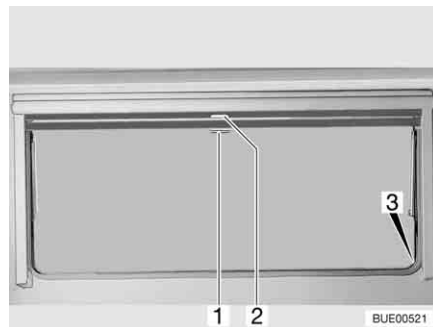

Fig. 71 Ventana abatible
- Tirar del tirador (Fig. 71,2) de la persiana oscurecedora enrollable hacia abajo. Cuando la persiana oscurecedora enrollable se cierre por completo, encajarla en el bloqueo (Fig. 71,3) a ambos lados del marco de la ventana.
- Cuando la persiana oscurecedora enrollable está completamente cerrada: Presionar el tirador (Fig. 71,2) hacia abajo y tirarlo ligeramente hacia dentro. Desenganchar la persiana oscurecedora enrollable de los bloqueos a izquierda y derecha del marco de la ventana.
- Cuando la persiana oscurecedora enrollable se encuentre en una posición intermedia: Tirar ligeramente del tirador (Fig. 71,2) hacia abajo, hasta que se hay soltado el bloqueo.
- Tirar hacia abajo de la mosquitera enrollable (Fig. 71,1) y engancharla en el bloqueo (Fig. 71,3) a ambos lados del marco de la ventana.
- Presionar el tirador (Fig. 71,1) hacia abajo y tirarlo ligeramente hacia dentro. Desenganchar la mosquitera enrollable de los bloqueos a izquierda y derecha del marco de la ventana.